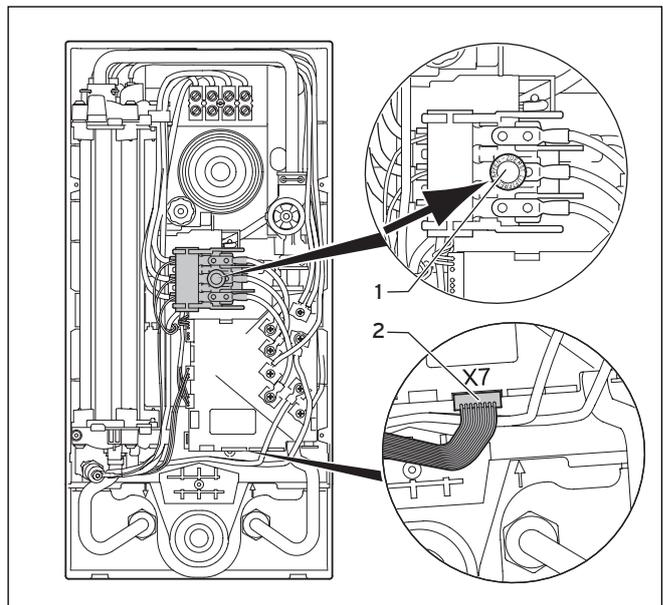

Abb. 5.1 Sicherheitsschalter
- Drücken Sie den Sicherheitsschalter (1) ein, wie in Abbildung 5.1 gezeigt.
- Stecken Sie das Kabel für den Leistungswähler am Steckplatz X7 auf der Elektronik ein, wie in Abbildung 5.1, Position (2) dargestellt.
- Setzen Sie die Geräteverkleidung (3) auf.
- Ziehen Sie die beiden Schrauben (2) an.
- Greifen Sie die Blende (1) an den beiden Laschen.
- Stecken Sie die Blende (1) auf.